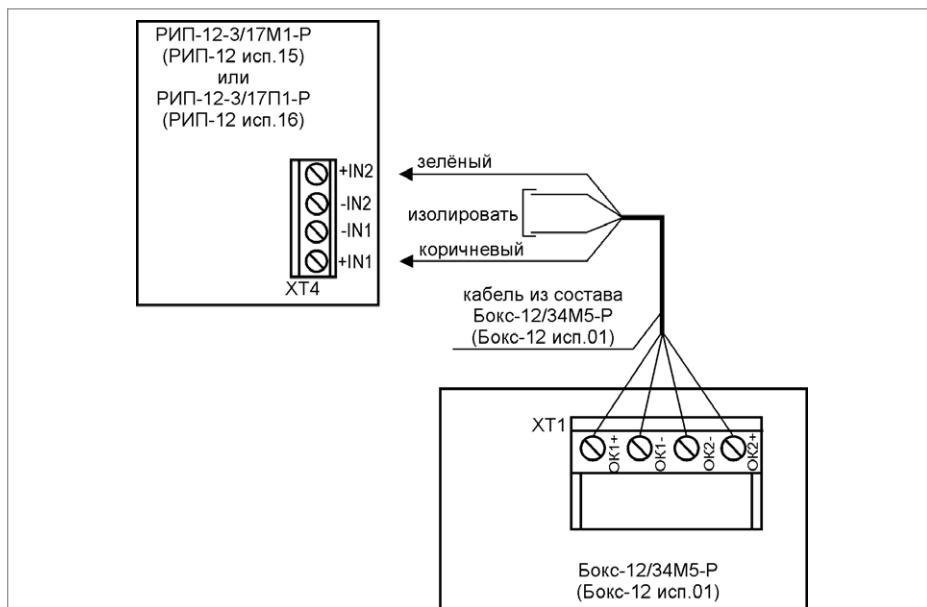

Рисунок 6. Схема подключения Бокс-12 исп.01 (Бокс-12/34М5-Р) к РИП
- Схема подключения Бокс-12 исп.01 (Бокс-12/34М5-Р) (далее - Бокс) представлена на рис.6. Кабель подключения Бокса к РИП входит в комплект поставки Бокса и подключен к колодке XT1.